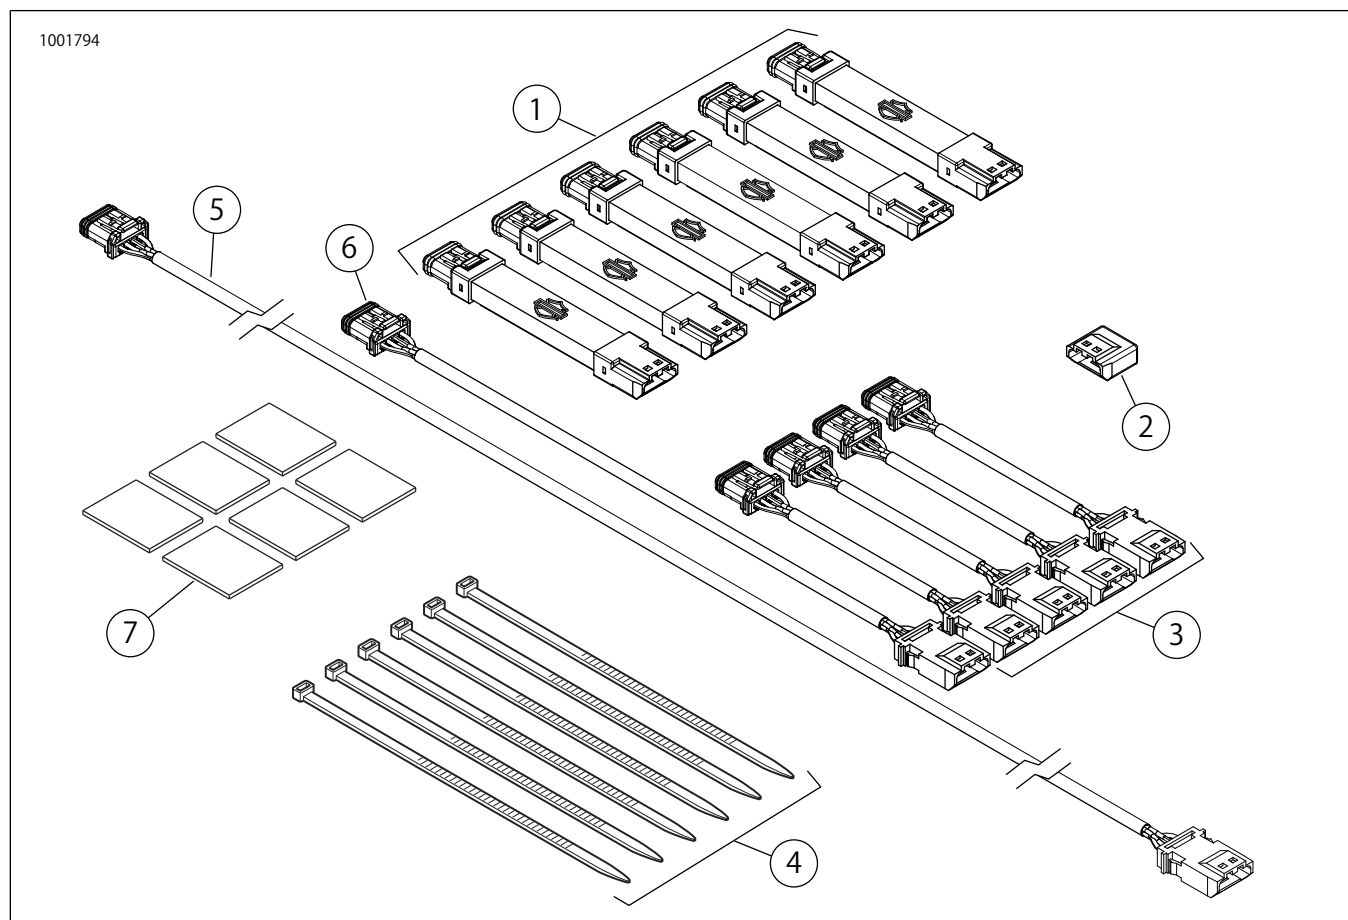

図2。交換用パーツ、SpectraGloライトポッドキット
「図2」を参照してください。そして表1を参照してください。
2. 図2(ドライフィット)ライトポッド(1)とハーネス(3、5、6)をお好みの適切なコンフィギュレーションで組み立ててください。